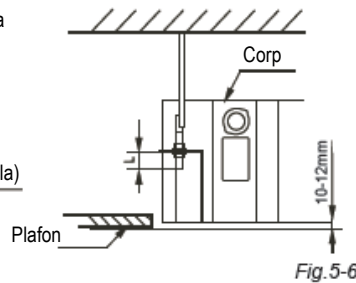

Fig. 5-6
- Reglati pozitia pentru a va asigura ca intervalele dintre unitate si cele patru laturi ale plafonului sunt egale. Partea inferioara a unitatii trebuie sa intre in plafon aproximativ 10~12 mm. (*consultati fig. 5-6*)
- In general, L este jumătate din lungimea surubului carligului de fixare. (*consultati fig. 5-6*)